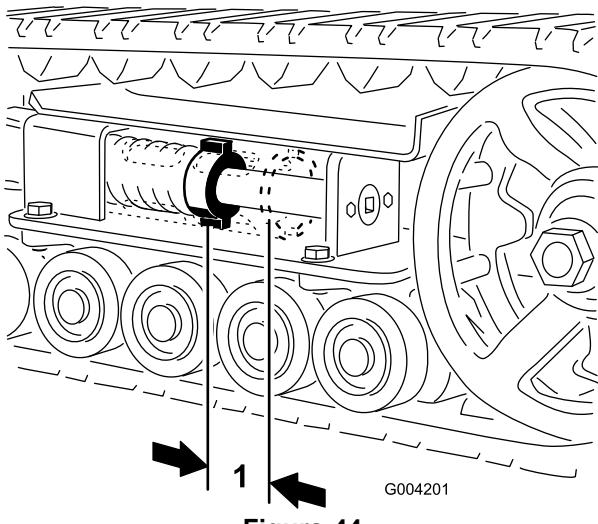

Figura 44
4. Utilizzando una chiave a bussola da 1/2 poll., ruotate la vite di tensione in senso antiorario, fino a quando la distanza tra il dado di tensione e la parte posteriore del tubo di tensione (Figura 44) non è pari a 7 cm.
Deve essere presente uno spazio di 7 cm tra il dado di tensione e la parte posteriore del tubo di tensione (Figura 44). In caso contrario, regolare la tensione dei cingoli eseguendo la procedura di seguito riportata:
11. Ruotate la vite di tensione in senso antiorario, fino a quando la distanza tra il dado di tensione e la parte posteriore del tubo di tensione (Figura 44) non è pari a 7 cm.
17. Ruotate la vite di tensione in senso antiorario, fino a quando la distanza tra il dado di tensione e la parte posteriore del tubo di tensione (Figura 44) non è pari a 7 cm.